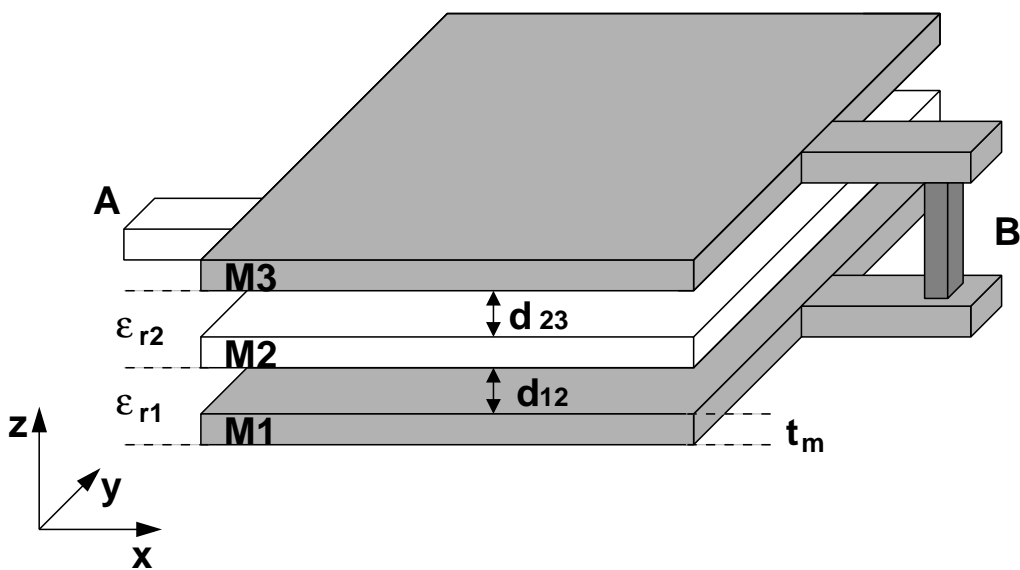

Abb. 1.4: Aufbau einer Kapazität aus horizontalen Metalllagen
- 1.3 Eine gängige Realisierung von Kapazitäten in integrierten Schaltungen ist in Abb. 1.4 dargestellt. Dabei werden Metallebenen horizontal geschichtet und entsprechend miteinander verbunden (HPP: horizontale parallele Platten).